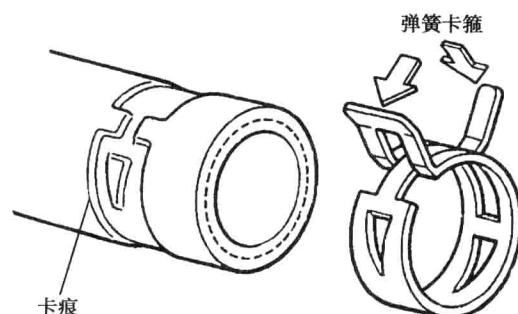

图 1.2.13
(1) 拆下软管前，检查插入部分和卡箍位置的深度，以便使其回复原位。
(2) 更换已经变形或带有凹痕的卡箍。
(3) 重新使用软管时，要将卡箍安装在软管上带有卡痕的部位，如图 1.2.13 所示。
(4) 安装弹簧卡箍后，要按照图 1.2.13 所示箭头的方向用力调整。